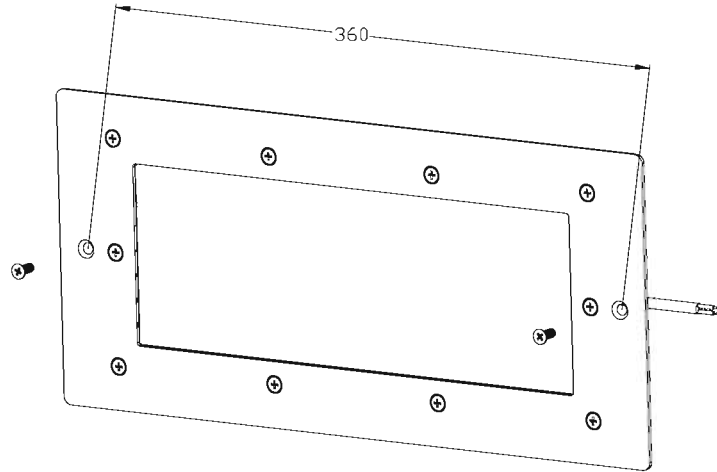
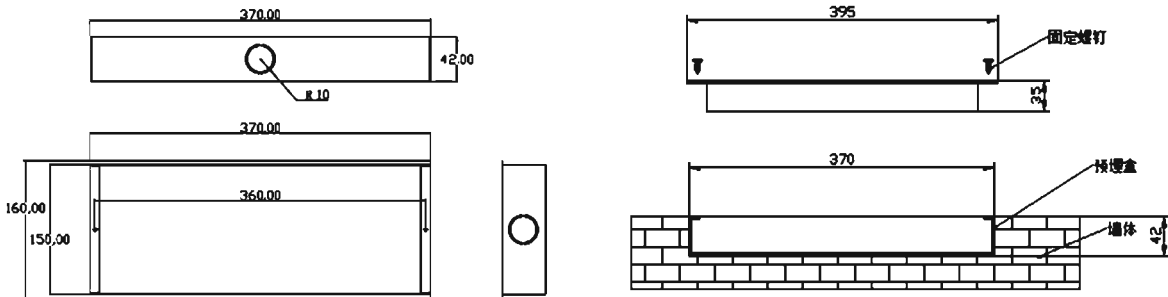

图 78
图 79
1. 安装: 安装示意图如图 78、图 79 所示。
4. 嵌入式照明灯安装尺寸如图 78 所示
嵌墙式需配装预埋盒, 安装示意图参见图 79